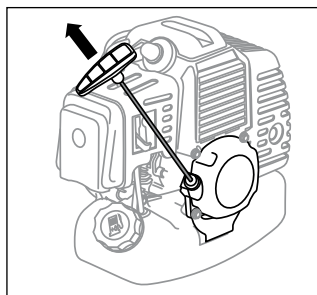

Рис. 14
6. Придерживая триммер, плавно потяните рукоятку стартера до момента зацепления в механизме стартера. После появления сопротивления энергично вытяните шнур на 50–60 см (рис. 14). Во избежание повреждения корпуса стартера не бросайте рукоятку стартера, плавно верните ее в исходное положение. Повторите данные действия 3–5 раз до первой вспышки топлива в двигателе. При этом двигатель заводится не должен.